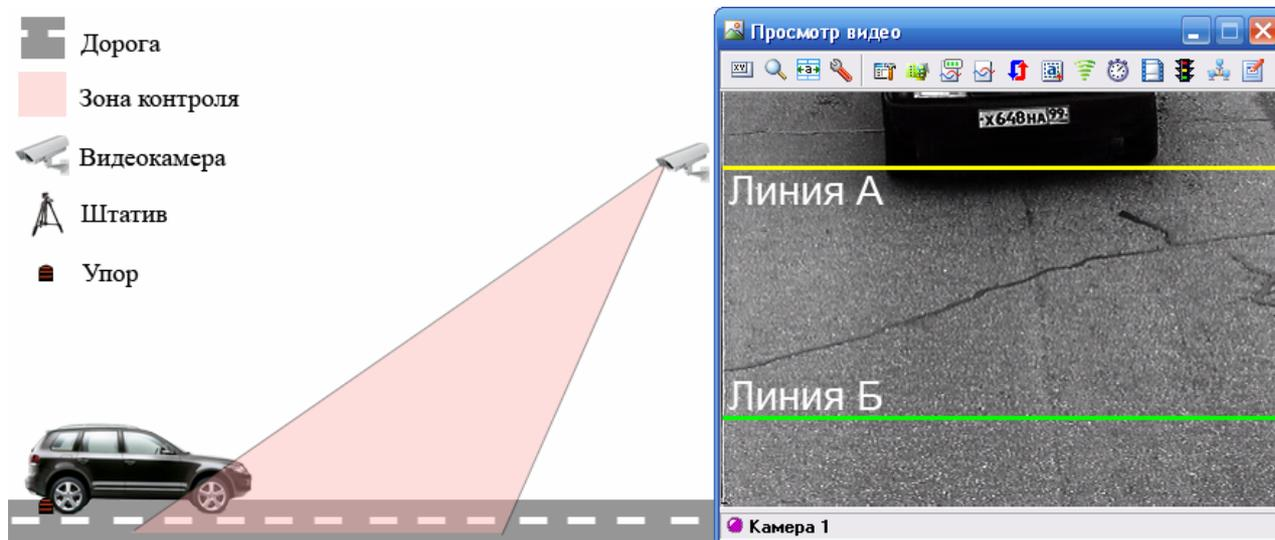

Рис. 5.2 – Установка упора под задние колеса
5.2.1. По видеоизображению проверяемого ТВ-датчика расположить ТС в зоне контроля произвольно вдоль линии движения данной полосы автодороги, передом по направлению к камере, так чтобы передний номерной знак располагался выше горизонтальной линии А. Передние колеса выровнять прямолинейно. Подложить делинеаторы (см. п.1.4) из градуировочного комплекта под задние колеса ТС (см. Рисунок 5.2).